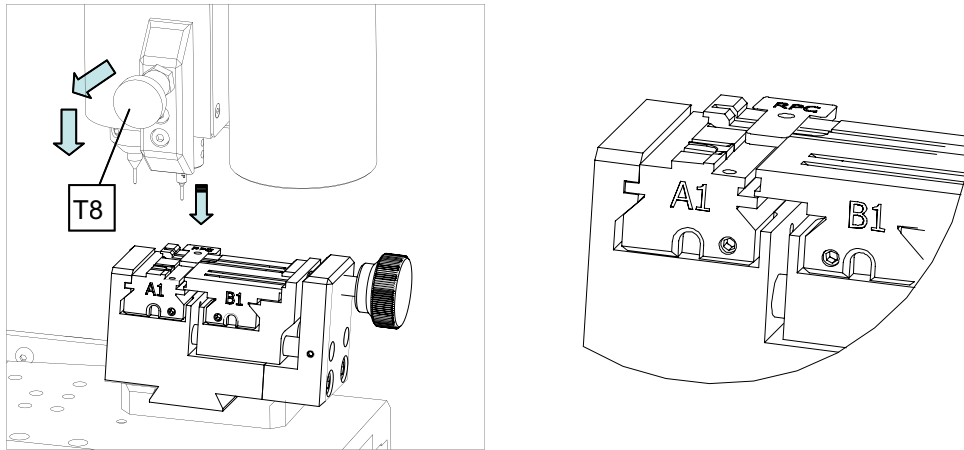

FIG. 25
- 2) Colocar la chapa de ajuste RPC en la mordaza, por la parte posterior de la mordaza (Fig.25).